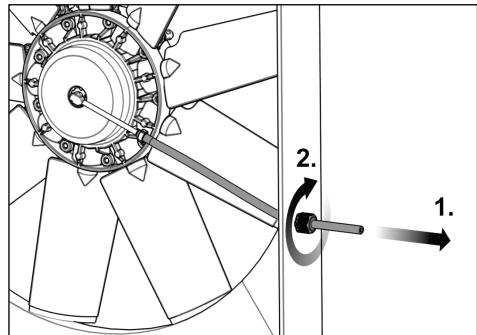

Bild 32
- 24) Spänn tryckslangen (se Bild 32 steg 1) så att den roterande genomföringen kan roteras lite (max 15°).
- 25) Säkra tryckslangen med hjälp av dragavlastningen (se Bild 32 steg 2).